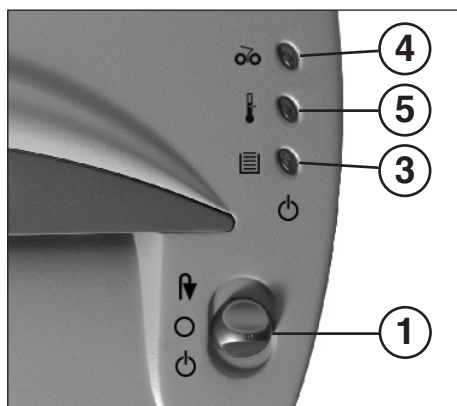

fig. 1
1 = Interruptor de funcionamiento (fig. 1)
3 = Indicación de control (fig. 1)
„Atasco de material“ (fig. 1)
5 = Indicador de control (fig. 1)
- Conmutar el interruptor de funcionamiento (1) (fig. 1) a la posición „“. La indicación de control (3) (fig. 1) se enciende (verde).
Observe que el aparato esté siempre desconectado durante la noche (Conmutar el interruptor de funcionamiento (1) (fig. 1) a la posición „O“).